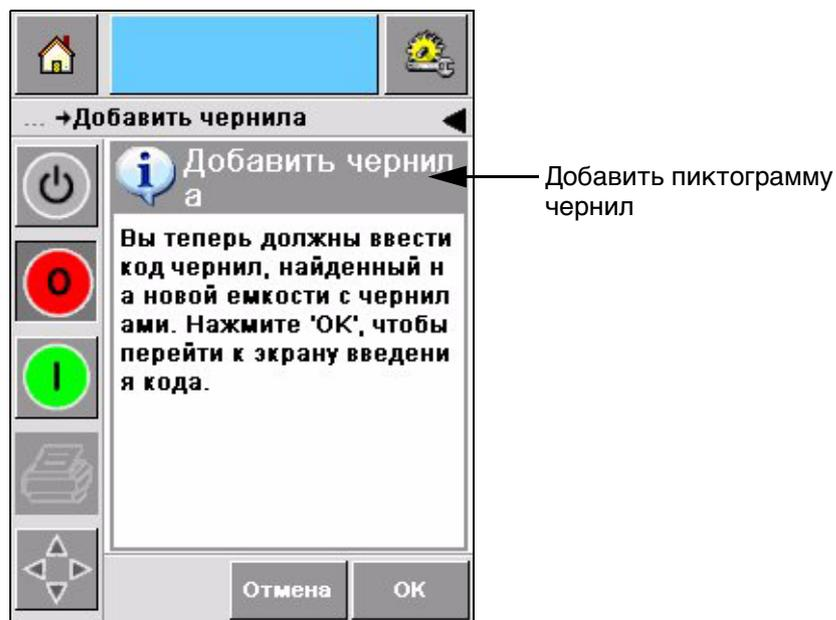
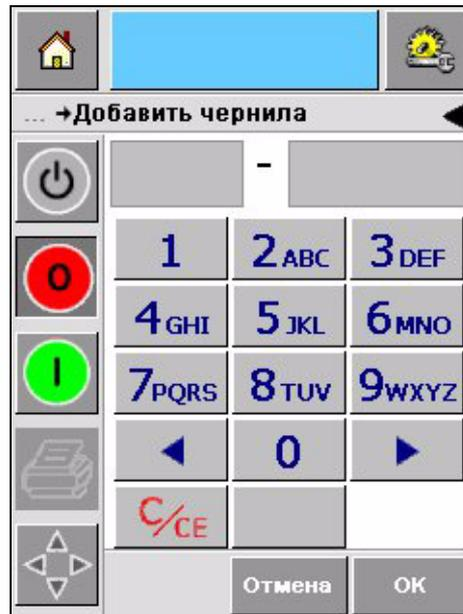

Рисунок 4-8: Экран расходных материалов
Рисунок 4-9: Экран Добавить чернила
- 1 Коснитесь участка *Расходные материалы* на Домашней странице (Рисунок 4-7 на странице 4-7). Откроется страница *Расходные материалы* (Рисунок 4-8).
- 2 Коснитесь *Добавить чернила* пиктограмму (Рисунок 4-8). Экран *Добавить чернила* появится (Рисунок 4-9 на странице 4-9).